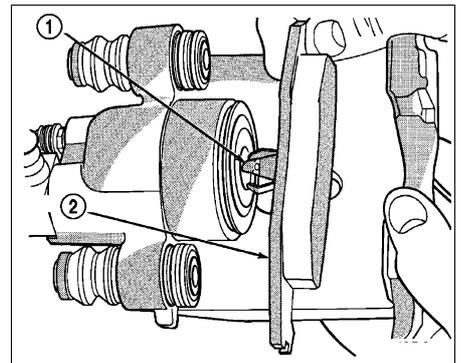

Рис. 17. Внутренняя тормозная накладка. 1 - фиксатор, 2 - внутренняя накладка.
(7) Вытяните внутреннюю тормозную накладку из поршня суппорта до выхода фиксатора из полости, в поршне (рис. 17).
(1) Полностью заведите поршень в тормозной суппорт.
(2) Установите внутреннюю тормозную накладку в поршень суппорта до полного захода фиксатора накладки в поршне (рис. 17). Убедитесь в том, что накладка встала по всей плоскости поршня.